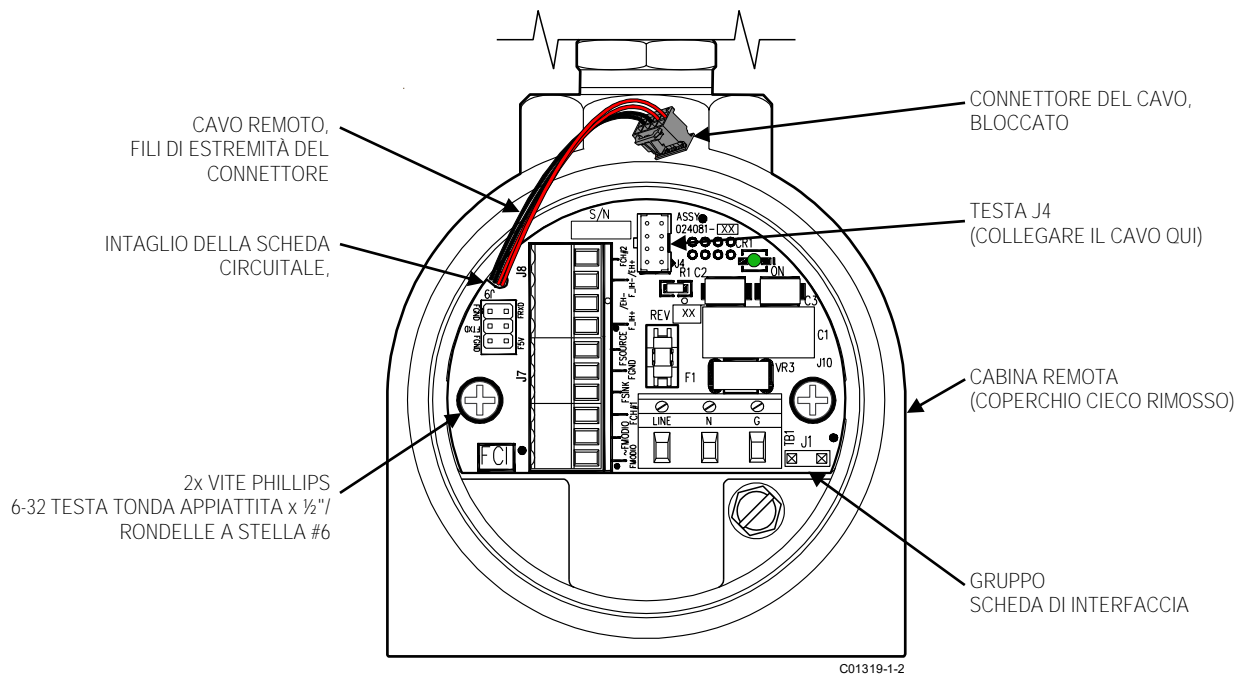

Figura 14 – Dettaglio del connettore J4 della scheda di interfaccia della cabina remota (in figura, versione CA)
10. Porre il cavo remoto nell'intaglio sul bordo curvo della scheda di interfaccia PWB (con il connettore sul lato del componente della PWB), quindi reinstallare la scheda di interfaccia. Vedasi Figura 14 a pagina 16.